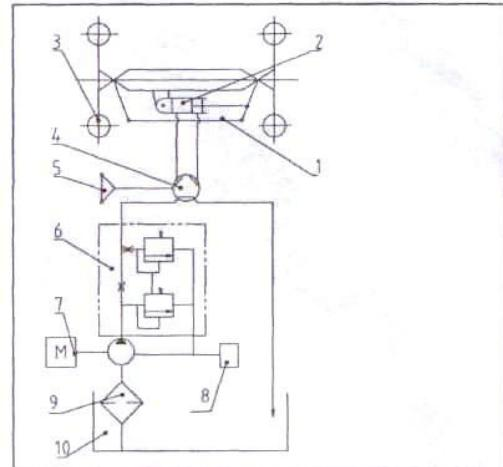

Рис. 10. Рабочий принцип полных гидравлических рулевых приводов.
##### 5.4.1. Рабочий принцип и работа полной гидравлической рулевой передачи (Рис. 10).
Рабочий принцип полных гидравлических передач показан на Рис. 10. Заднее осевое помещение (10) также используют как масляный бак рулевых передач. Низкое давление масла подается в системный насос (7) в дизельном двигателе (8) через 18 впускной трубопровод насоса. А высокое давление потока масла подается во все гидравлические рулевые приводы модели BZZ1 – E80 (4) и приводит в действие рулевой цилиндр (2) для рулевого действия, но слишком большой поток возвращается в насос через возвратный маслопровод. Клапан делителя потока FLD – F6 – H обеспечивает стабильную подачу масла, чтобы создать устойчивое рабочее состояние гидравлического рулевого привода.